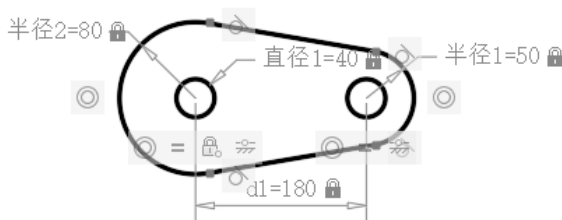

图 12-47 创建参数化图形的练习
- (1) 如何理解 AutoCAD 的参数化图形基本概念?
- (2) 几何约束类型分哪几种?
- (3) 什么是约束栏? 如何应用约束栏?
- (4) 在标注约束中, 什么是动态约束和注释性约束? 如何在这两种标注约束中切换?
- (5) 如何设置显示/隐藏选定对象的几何约束?
(6) 上机操作: 新建一个图形文档, 创建图 12-47 所示的参数化图形, 即在图形中创建所需的几何约束和动态标注约束, 使其成为完全约束图形, 并练习修改标注约束的值来观察该参数化图形的变化情况, 例如修改 $d1$ 的值来观察参数化图形变化情况。